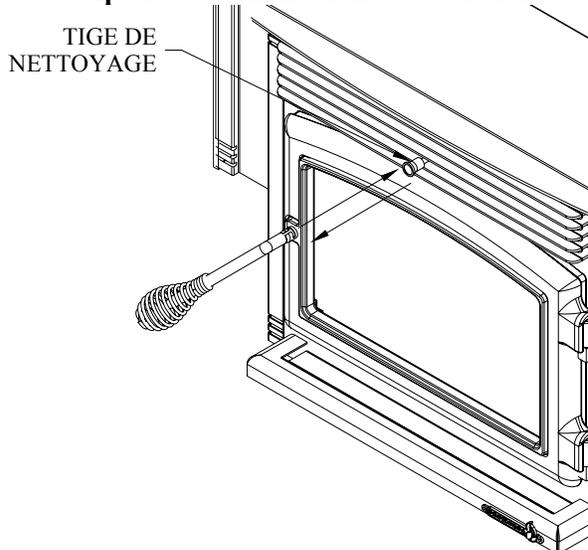

Figure 43
- Tubes d'échangeur de chaleur** – Votre poêle ENERZONE BIO-35 possède un mécanisme de nettoyage des tubes de l'échangeur de chaleur intégré à l'appareil. Le nettoyage des tubes devrait se faire au moins une fois par semaine. Faites glisser la tige d'avant en arrière 3 à 4 fois (voir Figure 43). Lorsque cette opération est terminée, repoussez la tige.